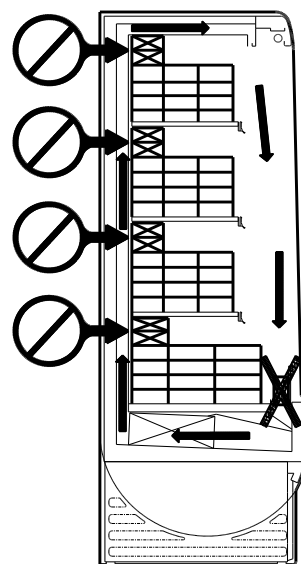

FIG.16
- Non ostruire le feritoie di distribuzione del freddo che garantiscono il corretto flusso dell'aria (FIG. 16 pag. 5)